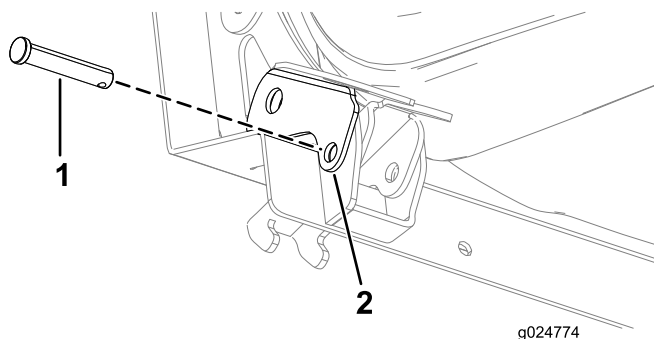

Figura 58
6. Mova parcialmente o passador de forquilha para dentro através do furo no trinco do banco (Figura 58).